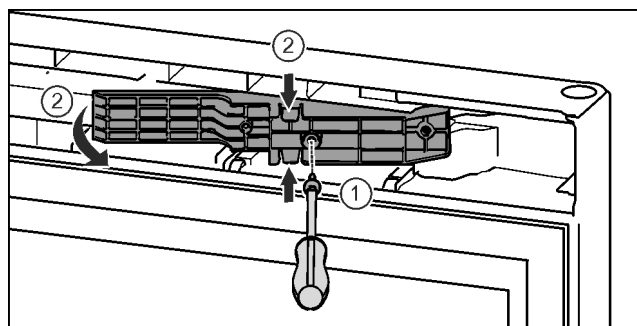

Fig. 16*
- ▶ Викрутіть гвинти за допомогою викрутки T15.* Fig. 16 (1)
- ▶ Витягнути деталь адаптера.* Fig. 16 (2)